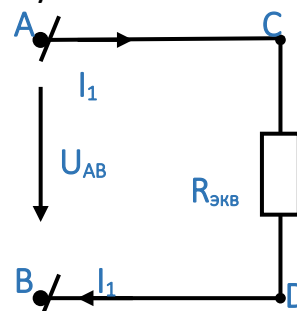

Рисунок 5.5
- Рисунок 5.5 $R_{\text{ЭКВ}} = R_1 + R_{2456} + R_3 R_{\text{ЭКВ}} = 4 + 6 + 1,529 = 11,529\text{Ом}$